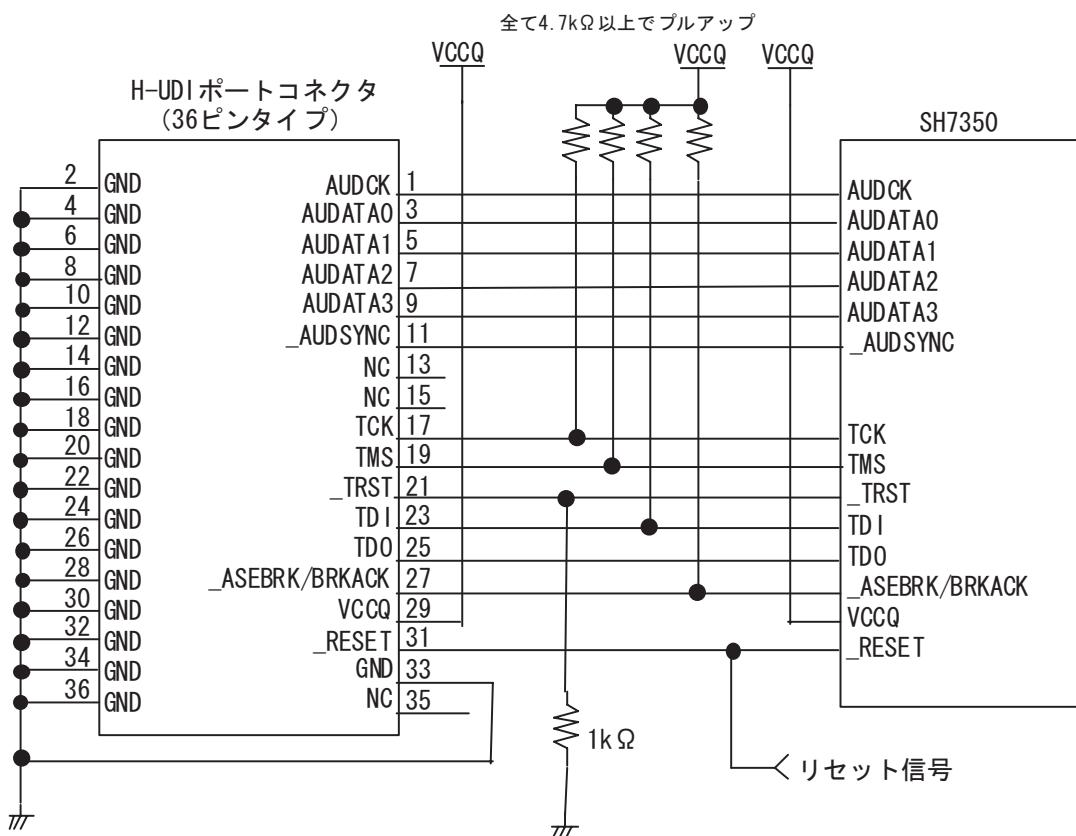

図 1.2 E200F 使用時の H-UDI ポートコネクタ - デバイス間の推奨接続例(36 ピンタイプ)
E200F エミュレータ使用時の H-UDI+AUD ポートコネクタ(36 ピンタイプ)とデバイス間の推奨接続例を図 1.2 に示します。
5. 図 1.2 に記載されている抵抗値は参考値です。